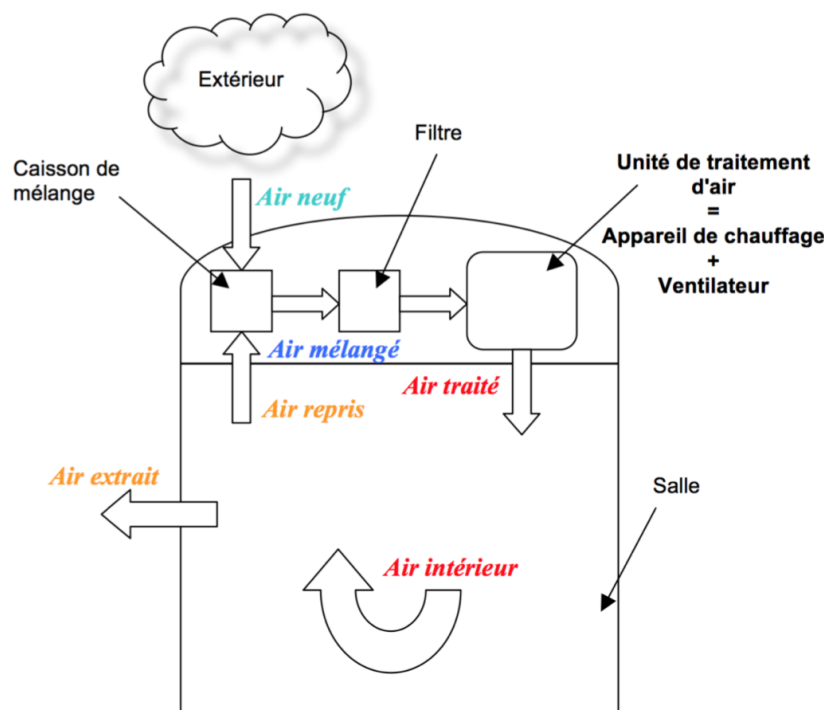

Fig. 1.3 – Circulation de l'air dans un véhicule ferroviaire et appellations selon la norme NF EN 14750-1
- en outre, l'air intérieur est en permanence renouvelé par de l'air neuf venant de l'extérieur et ce avec un débit volumique D_V (figure 1.3). La puissance thermique nécessaire pour l'amener de la température extérieure à la température intérieure s'écrit